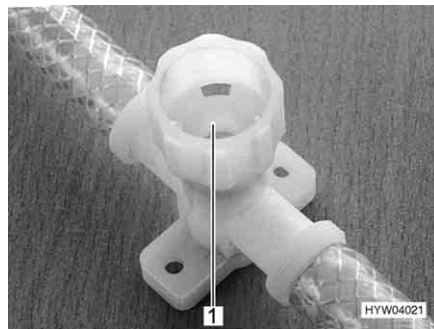

Bild 130 Ablasshahn für Therme
- Alle Ablasshähne schließen. Dazu die Kappen (Bild 130,1) im Uhrzeigersinn drehen.
- Alle Ablasshähne der Therme öffnen. Dazu die Kappen (Bild 130,1) entgegen dem Uhrzeigersinn drehen.